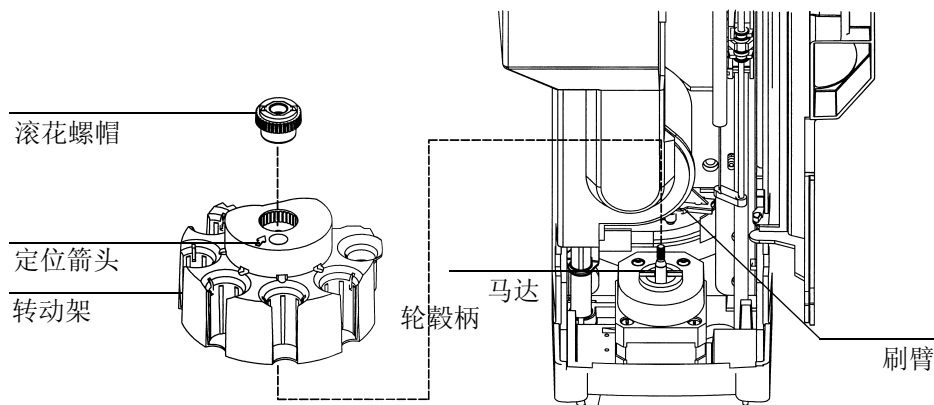

图 10 取下转动架
3. 打开进样器门，拧松并取下转动架顶部的滚花螺帽，参见图 10。
4. 旋转转动架使开口的部分正对着塔背面，并且转动架顶部的箭头直接指向背面（参见图 10）。将分离装置臂推向后面，抬起转动架，以清洁中心转动轴。